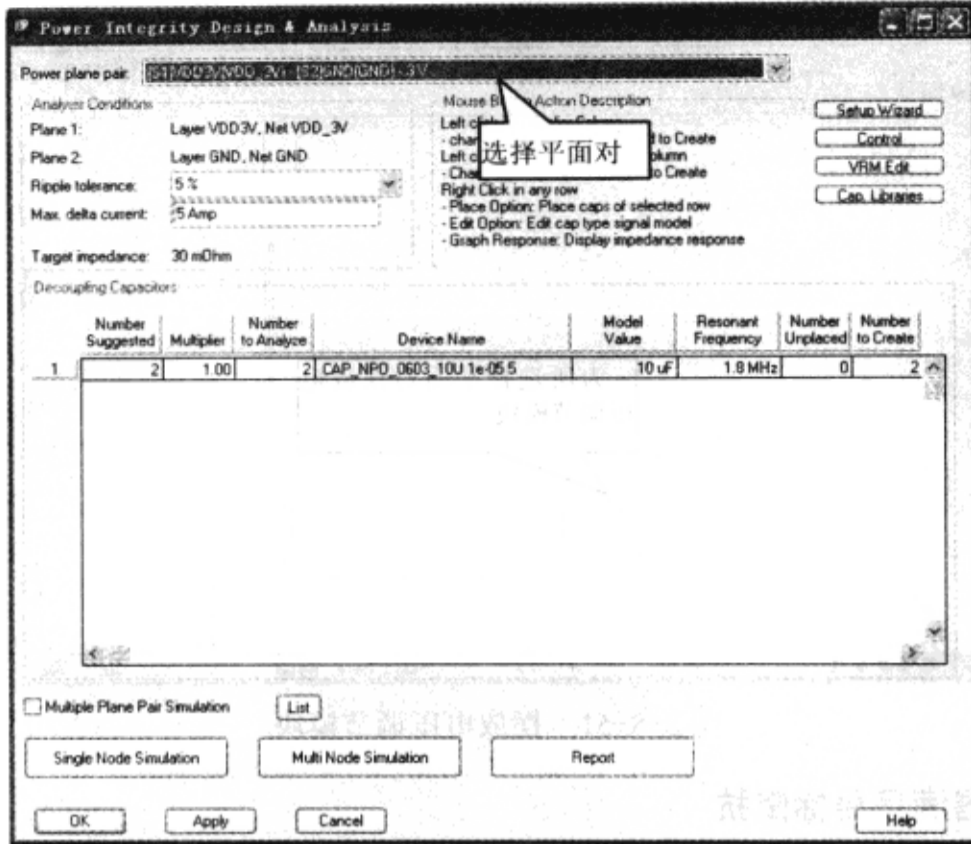

图 8-8-49 选择平面对
(7) 在“Power plane pair”栏中选择“[S1]VDD3(VDD\_3) - [S2]GND(GND) - 3V”，如图 8-8-49 所示。